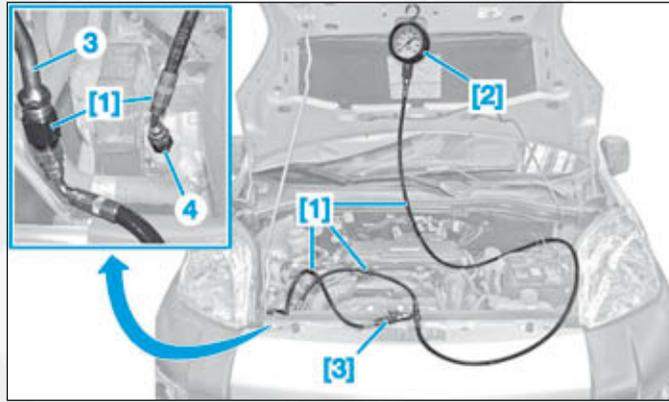

FIG.18
- Débrancher la canalisation haute pression (3).
- Brancher en lieu et place, l'outil [1] équipé des outils [2] et [3], entre le raccord de la pompe (4) et la canalisation haute pression (3) (Fig.18).